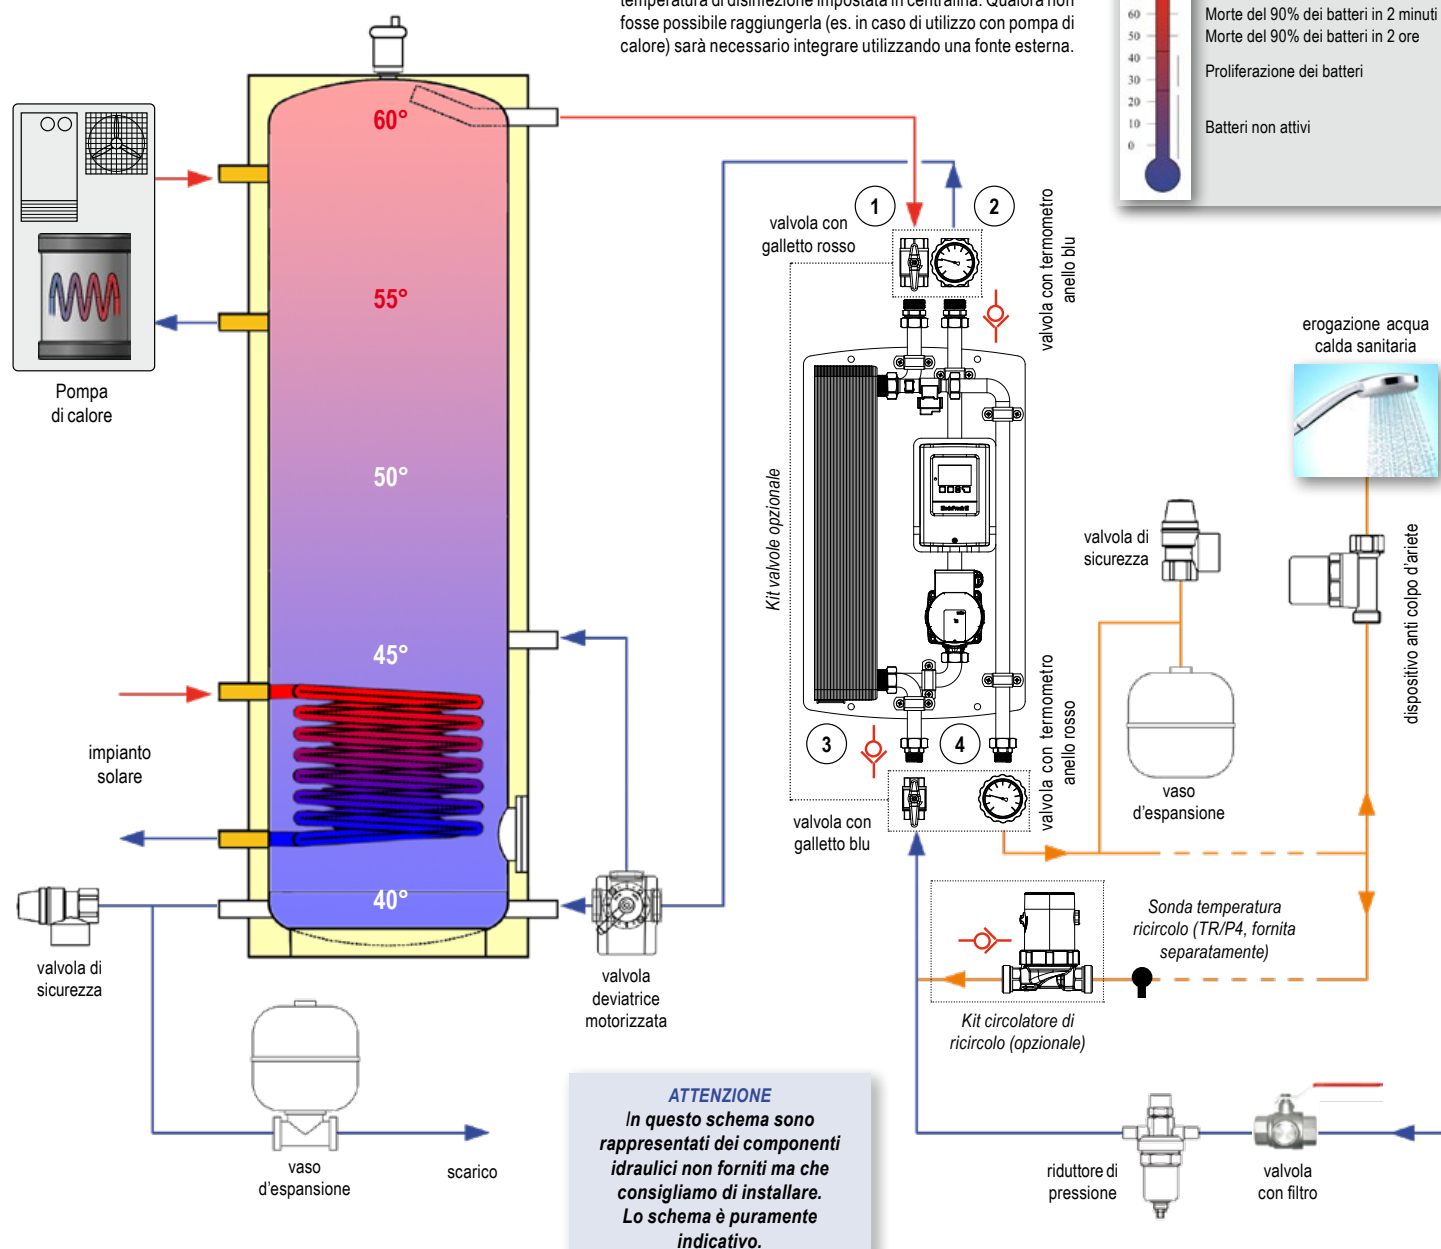

Figura 1: Schematizzazione di un impianto ACS gestito tramite ModvFresh 2 PDC
- ✓ Montare il kit valvole (opzionale) secondo quanto rappresentato in *Figura 1*;
- ✓ Se presente il kit di ricircolo (opzionale) installare in posizione il circolatore e la sonda di temperatura ricircolo (TR/P4, fornita separatamente) secondo quanto rappresentato in *Figura 1*; per le connessioni elettriche riferirsi all'apposita pagina di questo manuale.